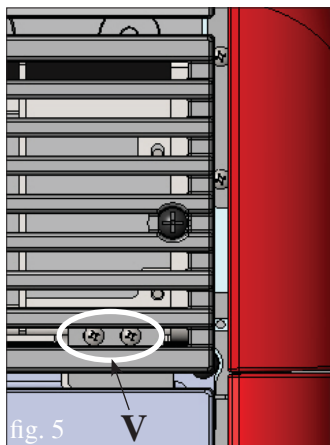

fig. 5
Verificare l'allineamento verticale dei fianchetti in ceramica (C) ed effettuare eventuali regolazioni tramite le viti poste all'interno della termostufa tramite le viti (R - fig. 4) e all'interno della griglia superiore in ghisa (V - fig. 5)